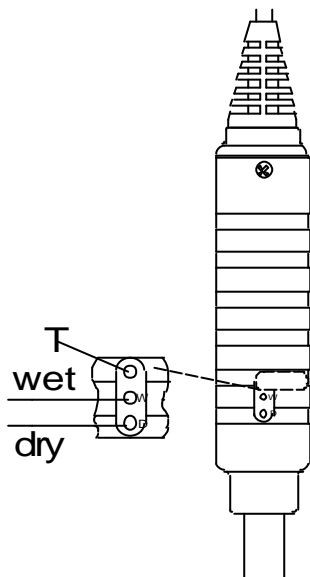

Abbildung 5.2.1 Einstellen der Trimpotentiometer
Die Feuchtekalibrierung der Sonde HMP42 erfolgt über Trimpotentiometer. Die Potentiometer befinden sich unter einer Schutzkappe. Das Potentiometer mit der Markierung T (Temperatur) ist nur für werkseitige Einstellungen gedacht; führen Sie hiermit **KEINE** Änderungen durch. Um zu verhindern, daß dieses Potentiometer während der Einstellung der anderen zwei nicht versehentlich berührt wird, drehen Sie die Plastikkappe zur Seite, ohne sie völlig zu entfernen (siehe Abbildung 5.2.1).
- Warten Sie, bis sich der Feuchtwert stabilisiert (ca. 30 Minuten). Überprüfen Sie die Temperatur und lesen Sie den nächsten Feuchtwert in der Kalibriertabelle ab. Gleichen Sie den Wert des trockenen Endes mit dem Potentiometer D (trocken) im Sondengehäuse so ab, daß er dem Wert in der Kalibriertabelle entspricht; verwenden Sie einen geeigneten Trimmerschraubenschlüssel (siehe Abbildung 5.2.1).